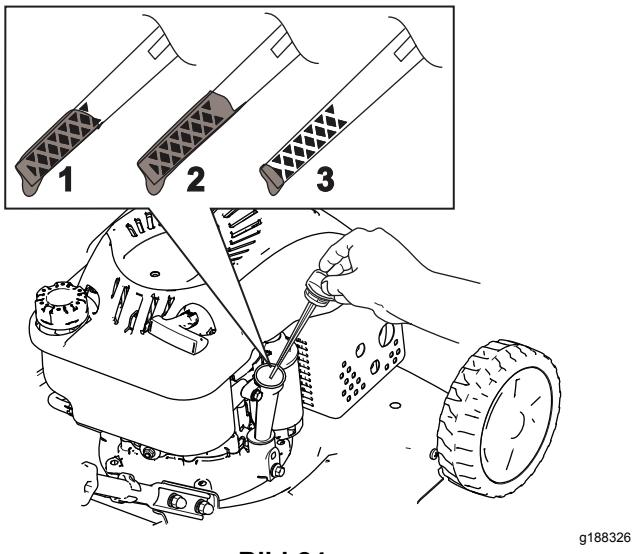

Bild 24
- Entfernen Sie den Peilstab, indem Sie den Deckel nach links drehen und herausziehen (Bild 24).